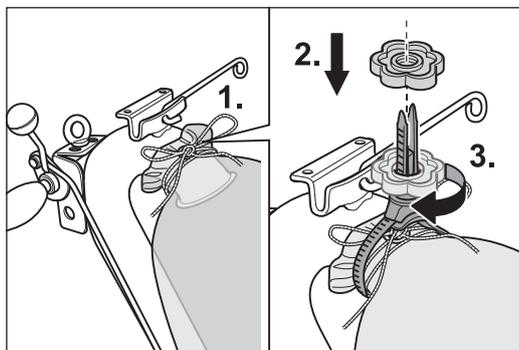

Abb. 7 Den Staubbeutel mit der Kordel (1.) und dem MultiClip (2. und 3.) am Führungsrohr befestigen.
- 7 Befestigen Sie den Staubbeutel fest mit der Kordel und dem MultiClip am oberen Ende des Führungsrohrs (Abb. 7). Beachten Sie bei der Montage, dass die Öffnung des Führungsrohrs nicht verschlossen wird.